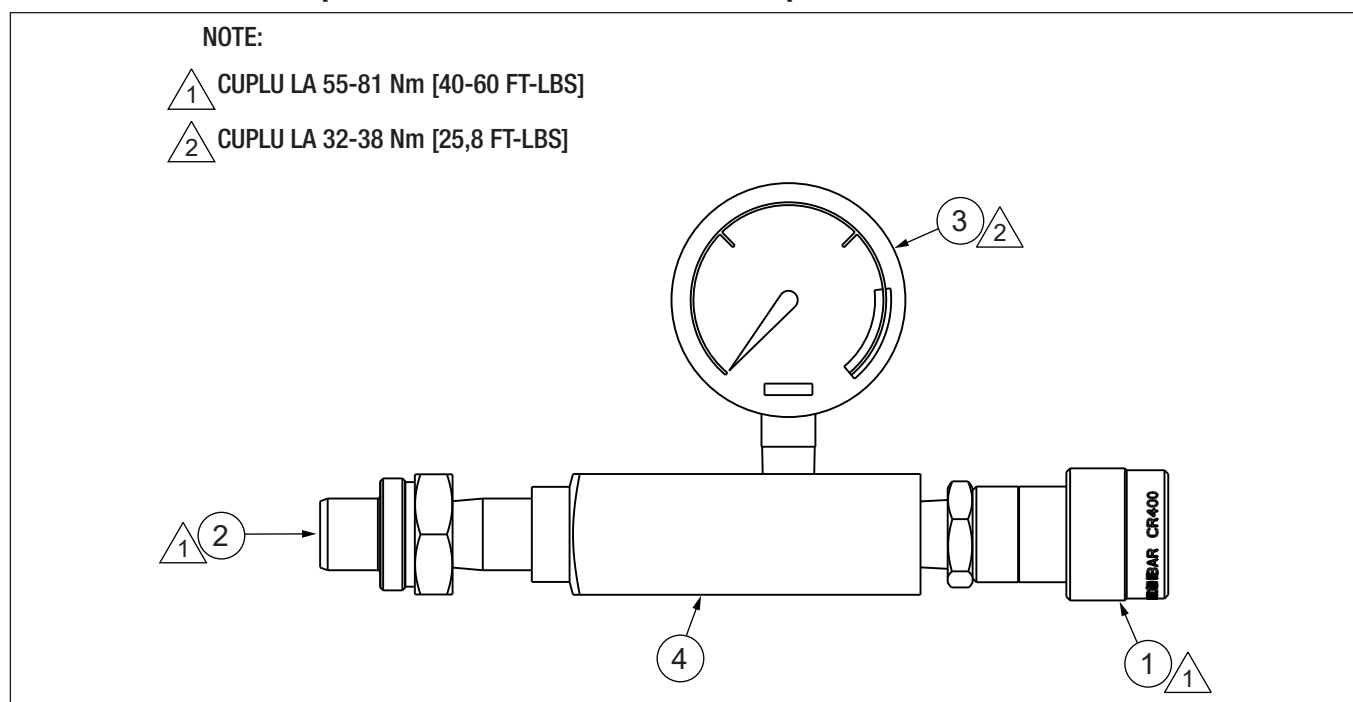

Figura 22: Vedere descompusă - Ansamblu de măsurare a presiunii
9.4.1 Tabel cu piese ansamblu de măsurare a presiunii LGH100900-5 (Figura 22)